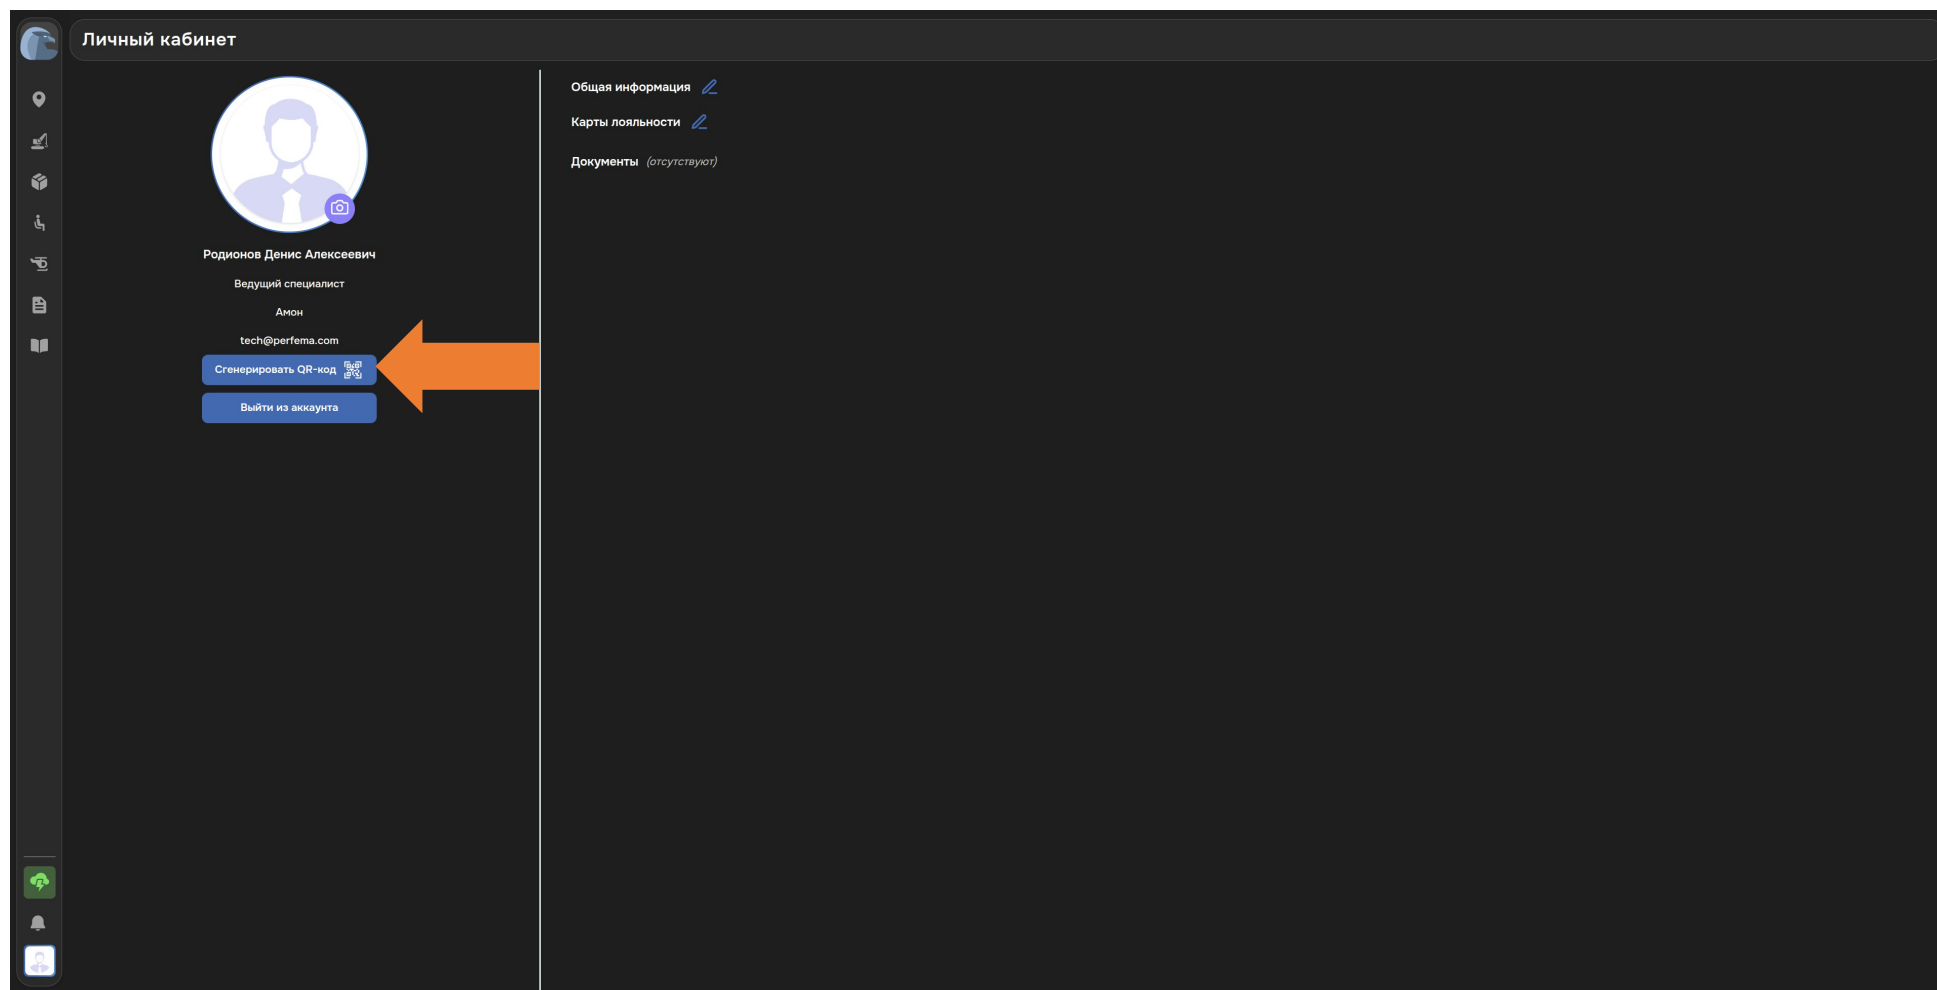

Рисунок 4. Профиль Пользователя
4. Нажмите кнопку «Сгенерировать QR-код» в профиле Пользователя (см. Рисунок 4).